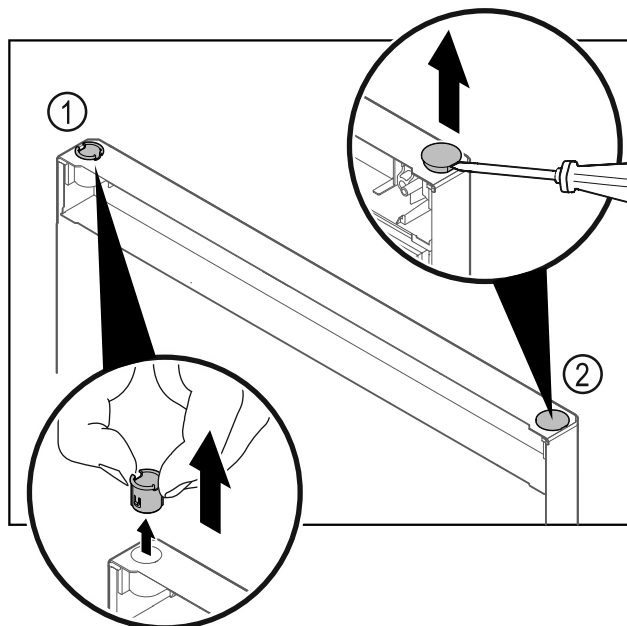

Fig. 26
- ▶ Træk hængselbøsningen Fig. 26 (1) ud med fingrene.
- ▶ Løsn afdækningsproppen Fig. 26 (2) forsigtigt med en flad skruetrækker, og træk den ud.